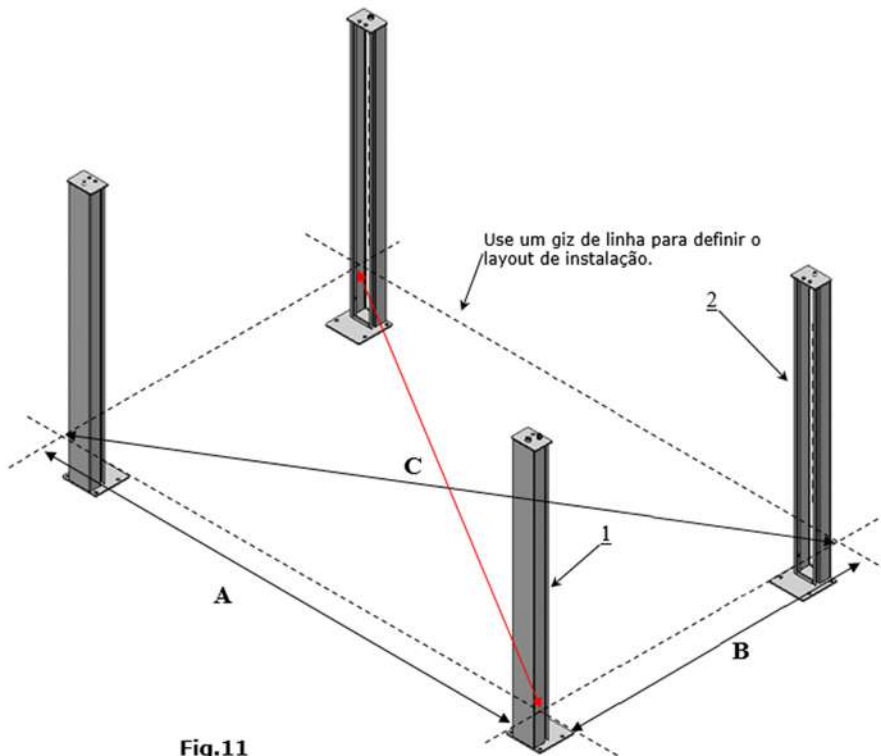

Fig.11
B. Use um giz de linha para definir o layout de instalação de acordo com a Tabela 1. Certifique-se que o tamanho está correto e a base esteja plana (ver Fig. 11).